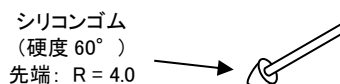

図 1: 試験棒略図 1
- 試験条件: 試験棒(図 1)でドット間中央部を徐々に押し、接点が閉じた時の荷重を読み取る。
- 試験条件: 試験棒: 図 1 参照